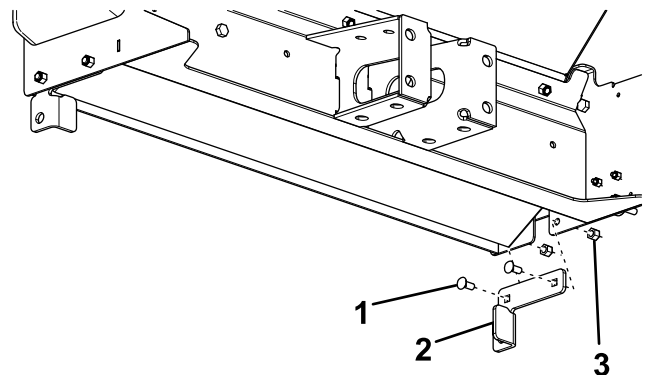

Bild 17
2. Befestigen Sie die Anschläge für die Ladepritsche mit vier Schrauben (5/16") und Sicherungsmuttern an jeder Seite des Streuerrahmens (Bild 17).